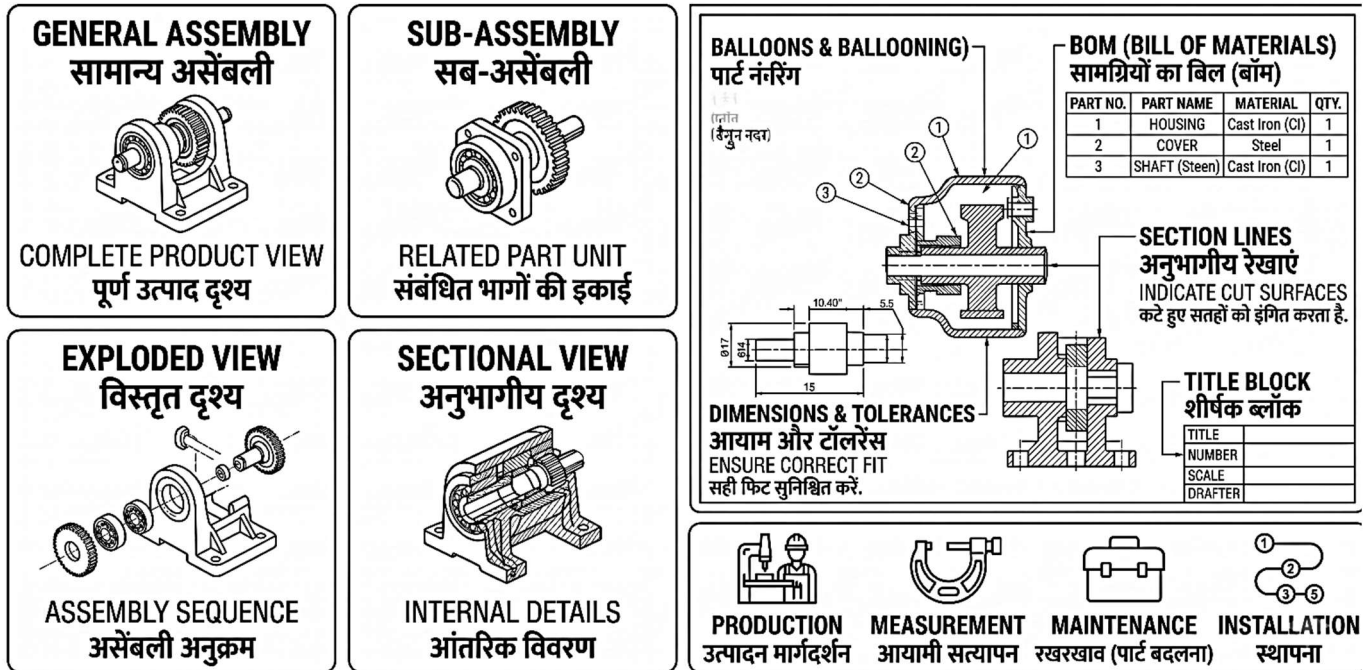

Fig. 3.1: 2D Assembly Drawing Fundamentals | 2D असेंबली आरेखन के मूल सिद्धांत
3.1.1 Introduction (Fig. 3.1)
3.1.1 परिचय (Fig. 3.1)